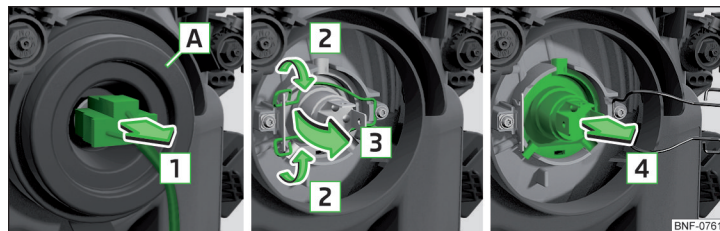

Fig. 174 Udskiftning af pære til nær- og fjernlys
- Træk stikket af pæren i pilens retning **1** » Fig. 174.
- Tryk låsebøjlen i retning mod forlygten, og hægt den derefter af i pilens retning **2** » Fig. 174.